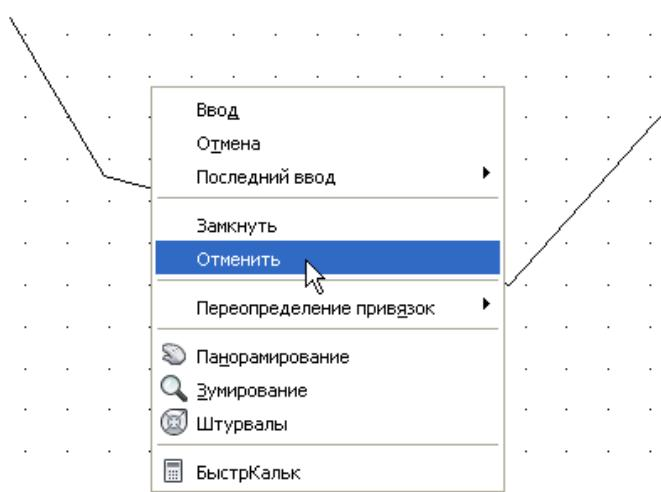

Рис. 5
- Если Вас не устраивает форма многоугольника действия можно отменять, выбирая из контекстного меню под ПКМ команду **Undo (Отменить)**. Постройте произвольный многоугольник и, не нажимая **Enter**, выберите несколько раз команду **Undo (Отменить)** из контекстного меню. Все Ваши действия будут последовательно отменяться (рис. 5).